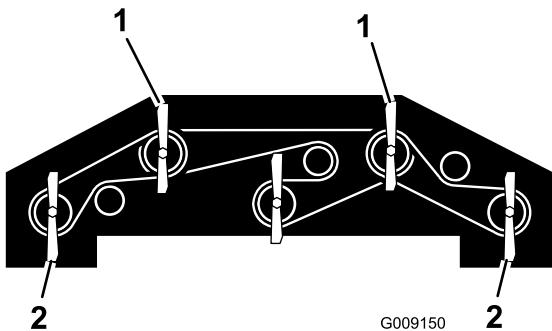

図 93
1. 前デッキの両外側のブレード2枚と左右のウイングレットのブレードをまっすぐ前後方向に向ける図93。